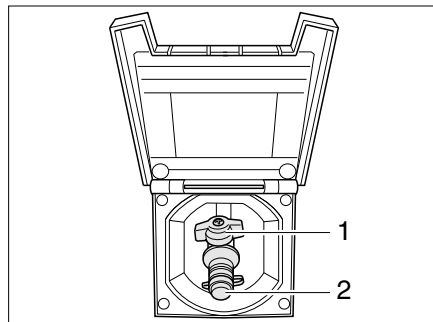

Bild 144 Externer Gasanschluss, Gasabsperrventil geschlossen
Der externe Gasanschluss (Bild 144) befindet sich je nach Modell am Heck oder auf der linken bzw. rechten Fahrzeugseite.
- Externes Gasgerät an der Anschluss-Stelle (Bild 144,2) anschließen.
- Das Gasabsperrventil (Bild 144,1) öffnen.